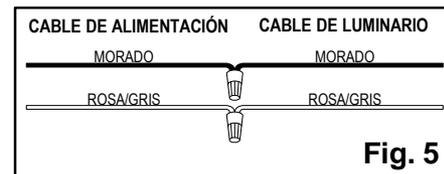

Fig. 5
1. Saque los cables del orificio de la **lámpara**, los **cables de luminario** se enrollarán alrededor de **los cables de la fuente de alimentación**. (Fig.6) Conecte el **cable morado del luminario** y el **cable rosa/gris del luminario** a los cables correspondientes de un **atenuador** de pared. (Fig. 5)